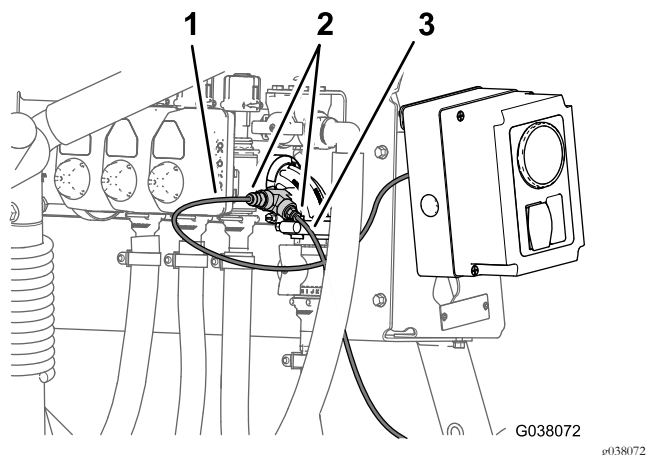

Figura 125
1. Allineate l'estremità del tubo di rilevamento della pressione (in plastica) per il manometro del cruscotto con il collare di bloccaggio per l'accoppiatore del tubo del raccordo a T (Figura 125).
2. Inserite il tubo di rilevamento nel collare di sicurezza fino a quando non è completamente in sede (Figura 125).
3. Allineate l'estremità del tubo di rilevamento della pressione (in plastica) per il manometro nel quadro di comando per il kit pistola di irrorazione o kit avvolgitubo elettrico con il collare di bloccaggio per l'accoppiatore del tubo del raccordo a T (Figura 125).
4. Inserite il tubo di rilevamento nel collare di sicurezza fino a quando non è completamente in sede (Figura 125).